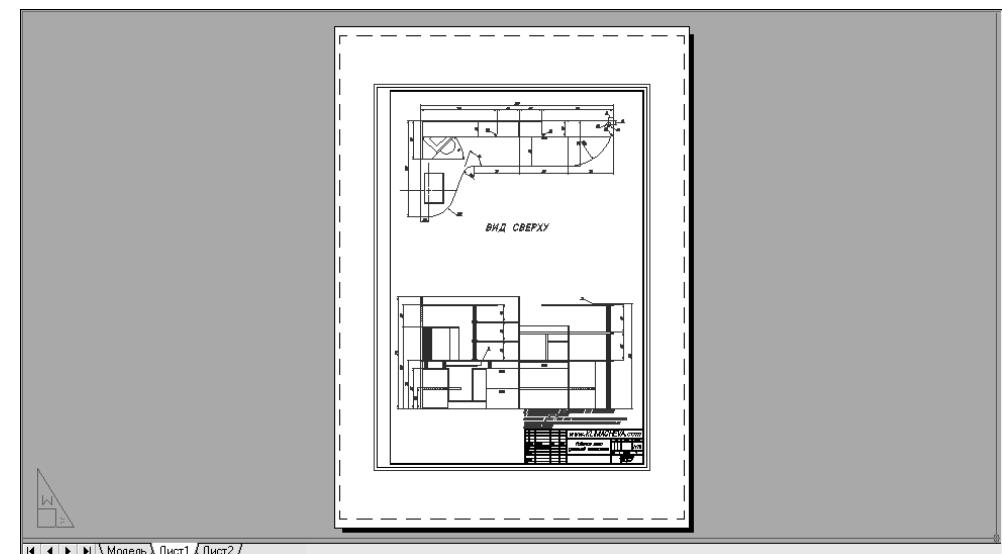
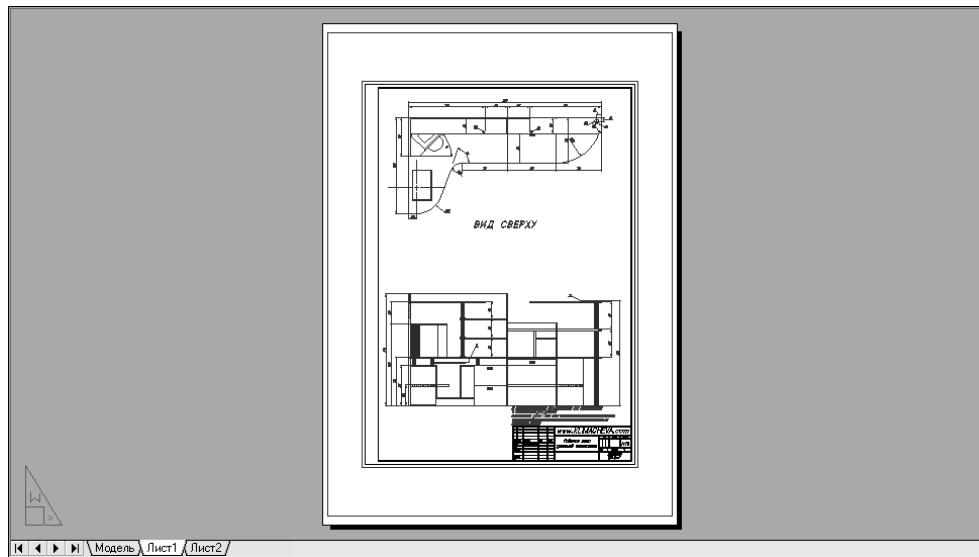

Рис. 13.5 ▼ Новая компоновка **Лист1** создана
Рис. 13.7 ▼ Прямоугольник, совпадающий по размерам с печатаемой областью
9. Щелкните на кнопке **Закрыть** (Close). AutoCAD создаст на листе **Лист1** новую компоновку и отобразит текущий чертеж в этой компоновке (рис. 13.5).
В настоящий момент на экране в области черчения вы видите макет компоновки печатного листа, который представлен белым прямоугольником на сером фоне. Собственно чертеж находится в центре макета. Как видно на рис. 13.5, он ограничен созданным ранее прямоугольником, который должен обозначать границу печатного листа (пока что эта граница и граница компоновки не совпадают, но вскоре мы исправим этот недостаток). Вокруг этого прямоугольника имеется еще один прямоугольник, который обозначает границу так называемого **видового экрана** (viewport). Видовой экран создается AutoCAD автоматически
- AutoCAD предложит задать координаты второго угла. Введите **408.4, 572.4**. На листе компоновки появится прямоугольник (рис. 13.7), размеры которого соответствуют размерам печатаемой области, представленной штриховыми линиями (сравните рис. 13.7 с рис. 13.5).